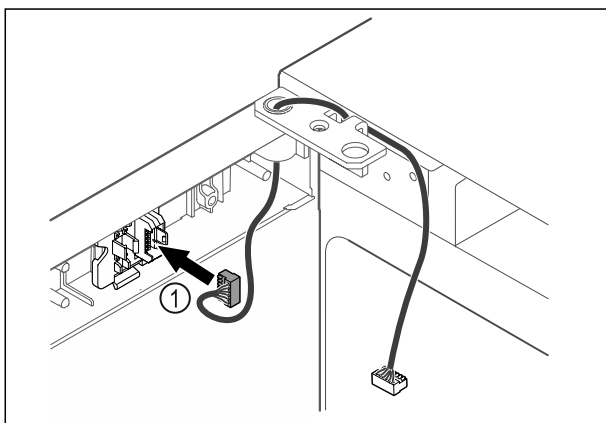

Fig. 41
- Insérer le connecteur Fig. 41 (1) dans le support.